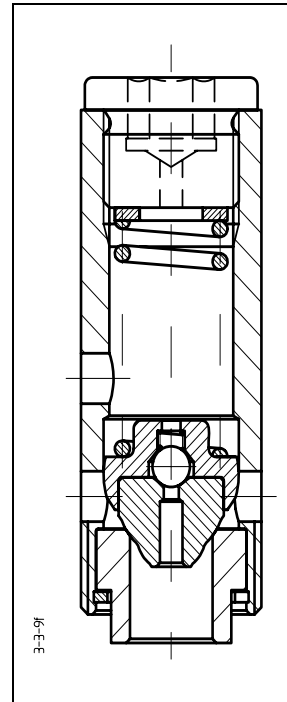

图 3.6: 排气/安全阀
排气/安全阀设计成筒状一体化，兼有排气阀和安全阀两种功能。排气阀集成于安全阀的阀座 (见图 3.6)。
- 安装前隔膜(9)，同时，将毛细管(11)插入端盖(7)的通孔中(图3.6)。